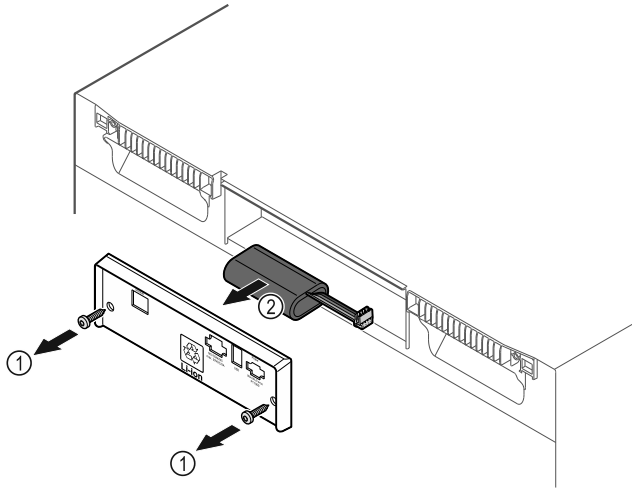

Fig. 201
- ▶ Dévisser les vis et retirer le couvercle situé à l'arrière de l'appareil Fig. 201 (1).
- ▶ Débrancher et retirer la batterie Fig. 201 (2).